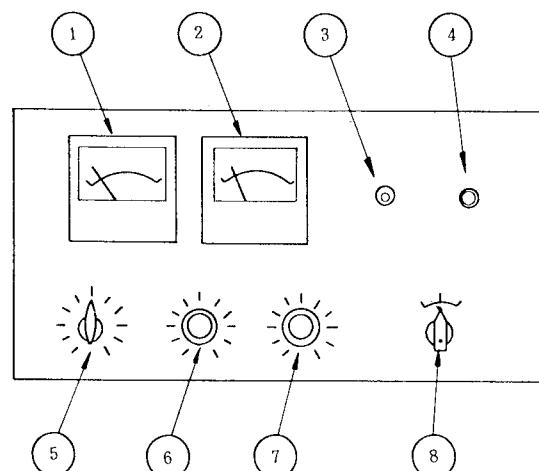

図 1-4
(4) 通電操作パネル (図 1-4)
- ① 出力電流計
- ② 出力電圧計
- ③ モニタ端子
- ④ 電源ランプ
- ⑤ 波形比切換えスイッチ
- ⑥ 出力パルス周波数調整つまみ
- ⑦ 出力電圧調整つまみ
- ⑧ 出力切換スイッチ〔正〕〔切〕〔逆〕